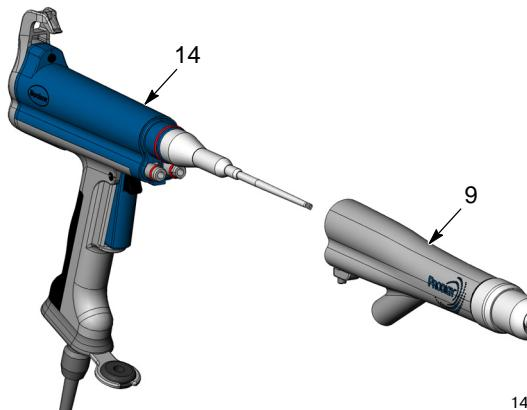

Рис. 3 Снятие переходника
- См. рис. 3. Стянуть переходник с корпуса распылителя (14) прямо.
- См. рис. 3 и 2. Смонтировать переходник на корпусе распылителя. Затянуть установочный винт.